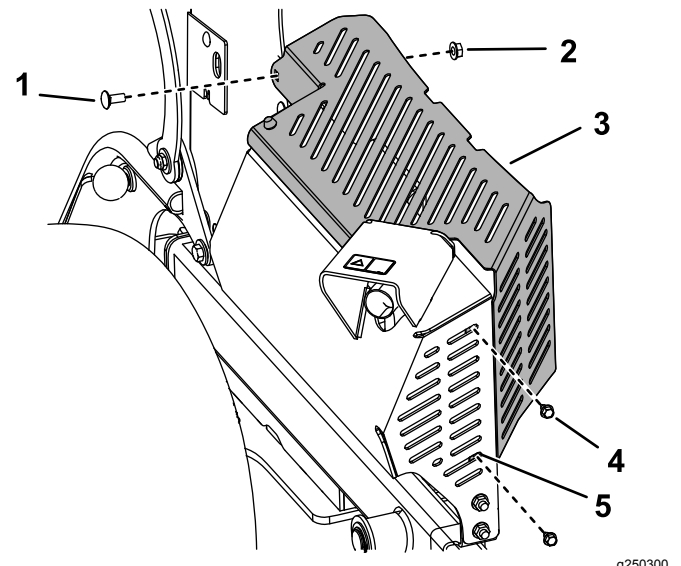

Figure 7
- Recouvrez la protection du silencieux de l'écran pare-chaueur, en plaçant les languettes à l'intérieur de la protection, et fixez le tout avec 2 vis autotaraudeuses ainsi que le boulon de carrosserie et l'écrou que vous avez retirés précédemment (Figure 7).